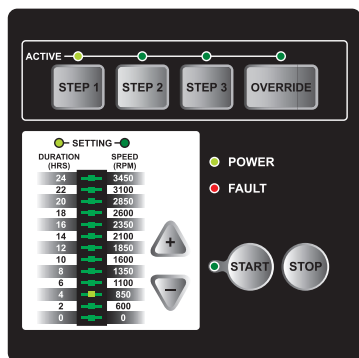

Figura 1: LED DURATION per la durata
Premere il tasto STEP 1. Il pulsante STEP 1 e i LED di impostazione DURATION si accenderanno. Il grafico a barre mostrerà DURATION di default per STEP 1, si veda la figura 1.
2. Premere nuovamente il tasto STEP 1 per cambiare l'impostazione SPEED. Il LED di impostazione SPEED si accenderà. Il grafico a barre mostrerà SPEED di default per STEP 1, si veda la figura 1.